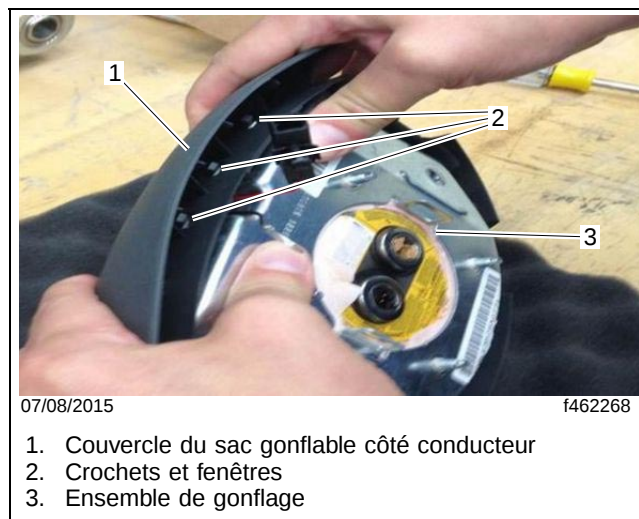

Fig. 5, Déverrouillage des crochets supérieurs de l'ensemble de gonflage
- 12.2 Déclipsez les crochets supérieurs en appuyant sur l'ensemble de gonflage jusqu'à ce que les crochets se libèrent des fenêtres du couvercle. Reportez-vous à la **figure 5**.